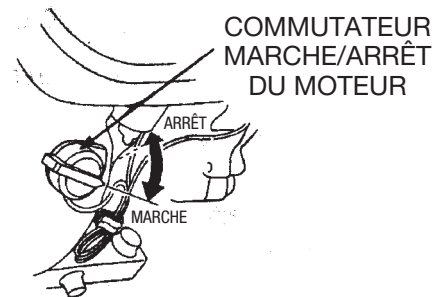
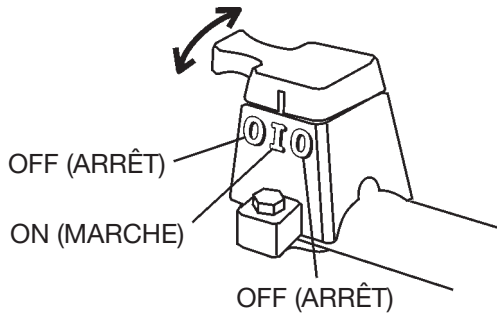

Figure 17. Commutateur MARCHE/ARRÊT du moteur (sur le moteur)
Figure 18. Commutateur d'arrêt du moteur (sur le guidon)
4. Placez le **commutateur MARCHE/ARRÊT MOTEUR** situé sur le **MOTEUR** (Figure 17) dans la position « **ON** » (Marche). Placez le **commutateur MARCHE/ARRÊT MOTEUR** situé sur le **GUIDON** (Figure 18) dans la position « **ON** » (Marche, au centre).
Le **commutateur d'arrêt du moteur** situé sur le guidon (Figure 18) sert à la fois de **commutateur d'arrêt d'urgence du moteur** et de commutateur MARCHE/ARRÊT principal. Il permet à l'opérateur d'arrêter la scie en toute sécurité, en restant à distance des pièces en mouvement.